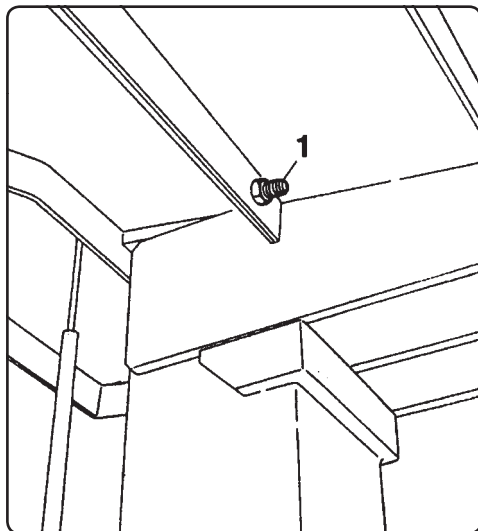
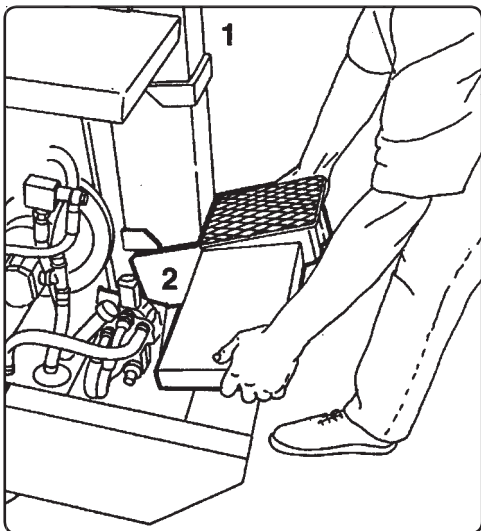

Fig. 6
Fig. 7
- 1) Plaats de houtsplijtmachine op een vlakke ondergrond met het aambeeld goed in de bovenste zitting geplaatst (1 Afb. 7). Controleer
of de bevestigingsbout onder het werkvlak (alleen voor 700/900) goed vastgedraaid is (1 Afb.6). Indien u een grotere afstand tussen het mes en het werkvlak wenst controleert u dan of het werkvlak in de onderste positie (2Fig.) tegen de staander van de machine rust.
de schroef (1 Afb.6) weg te nemen en door het aambeeld van stand 1 naar stand 2 te verplaatsen (Afb.7). Controleer of het werkvlak tegen de staander van de machine rust.
Wanneer het aambeeld opnieuw in de verstrekkingspositie geplaatst wordt dient u niet te vergeten de schroef en de bevestigingsmoer (1 Afb.6) terug te plaatsen.